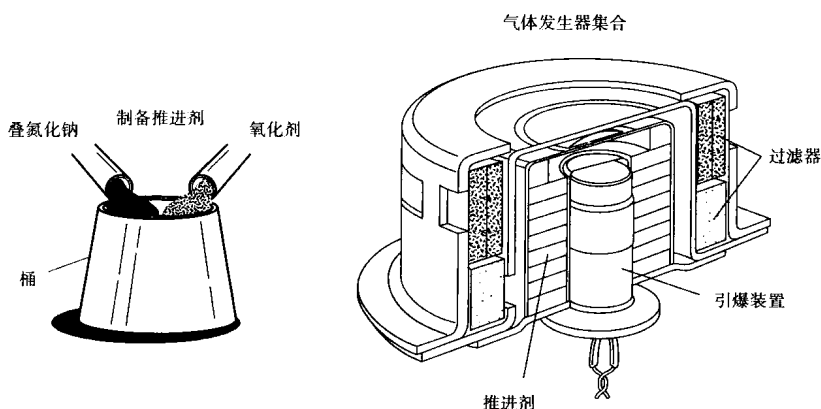

图2 制作推进剂时需要将叠氮化钠和氧化剂进行混合，随后将推进剂放入引爆装置，与过滤器装置组合起来形成气体发生器集合。
3. 把气体发生器与推进剂和引爆装置组装起来形成气体发生器集合（见图2）。使用激光焊接气体发生器不锈钢的部分，用摩擦惯性焊接法使气体发生器铝制的部分熔化，两种金属的表面熔合并焊接在一起。